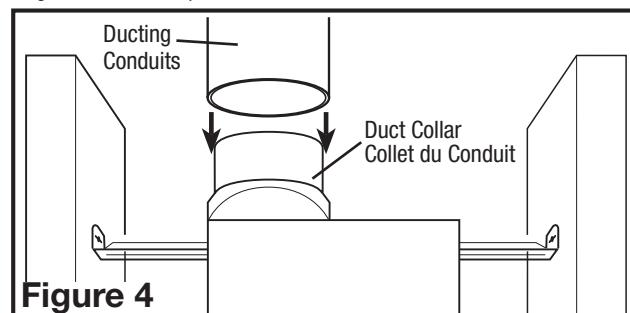

Figure 4
- Connect the ducting to the fan's duct collar (Figure 4). Secure in place using tape or screw clamp. Always duct the fan to the outside through a wall or roof cap. It is recommended that low restriction termination fittings be used.
- Raccorder le conduit au collet de conduit du ventilateur (Figure 4). Fixer en place à l'aide de ruban ou de serre-joint. Toujours évacuer le ventilateur vers l'extérieur au travers de chapeau mural ou de toit. Il est recommandé que les raccords d'extrémité basse de restriction soient utilisées.